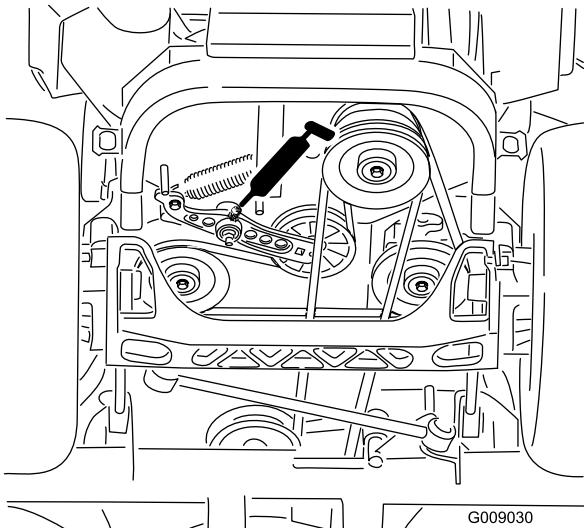

Figura 42
- Engrase el brazo tensor de la correa de transmisión (Figura 42).